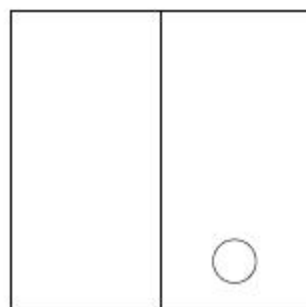

图8-132 绘制圆形
**03** 调用C【圆】命令，绘制半径为36的圆形，结果如图8-132所示。